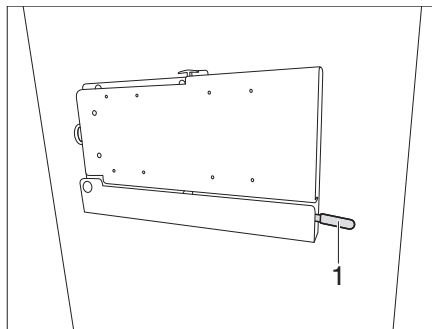

Fig. 134 Supporto con braccio snodato (variante 3)
- Spingere la leva (Fig. 134,1) verso il basso.
- Spingere di nuovo la leva (Fig. 134,1) di arresto verso l'alto.